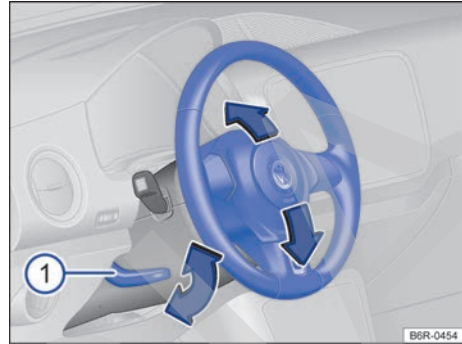

Fig. 63 Ajustar la posición del volante.
- Empujar la palanca → fig. 63 ① hacia abajo.